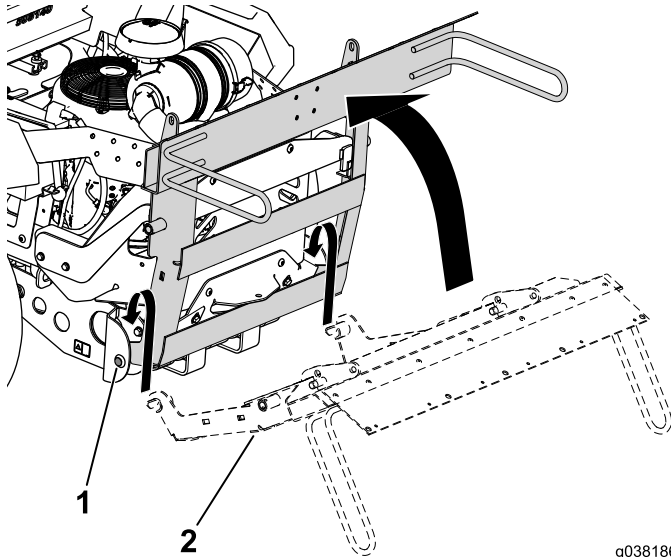

Figure 17
1. Accrochez le cadre du système de ramassage sur les axes de pivot de la patte de support et faites-le pivoter en avant (Figure 17).